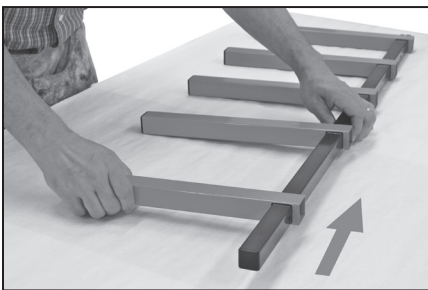

Figura 2
2. Inserte un tornillo en el próximo orificio y deslice otra barra anaranjada en su posición. Continúe este proceso hasta que todas las barras estén fijadas, tenga cuidado de modo que todas las ranuras estén de cara hacia abajo. Repita este proceso del otro lado. Figura 2.